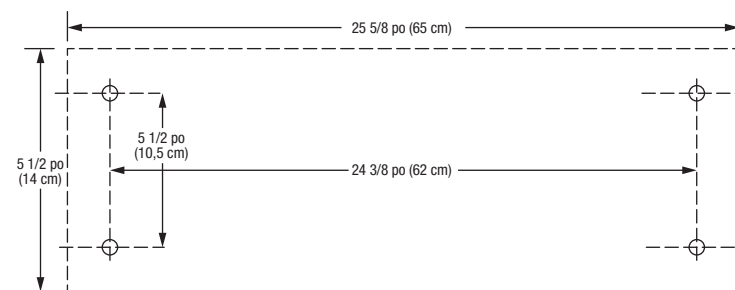

Fig. 2
MONTAGE DU TOUR SUR UN DESSUS DE BANC (Fig. 2)
- Dans un espace dégagé sur le dessus du banc, mesurez et marquez quatre centres de trous comme le montre la fig. 2.